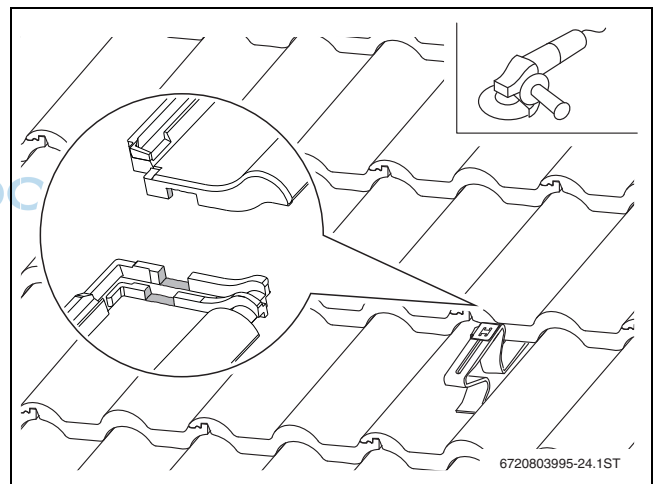

Bild 16 Dachziegel anpassen
- ▶ Auflagepunkte der Dachziegel im Bereich des Dachhakens vorsichtig entfernen (→ Bild 16).